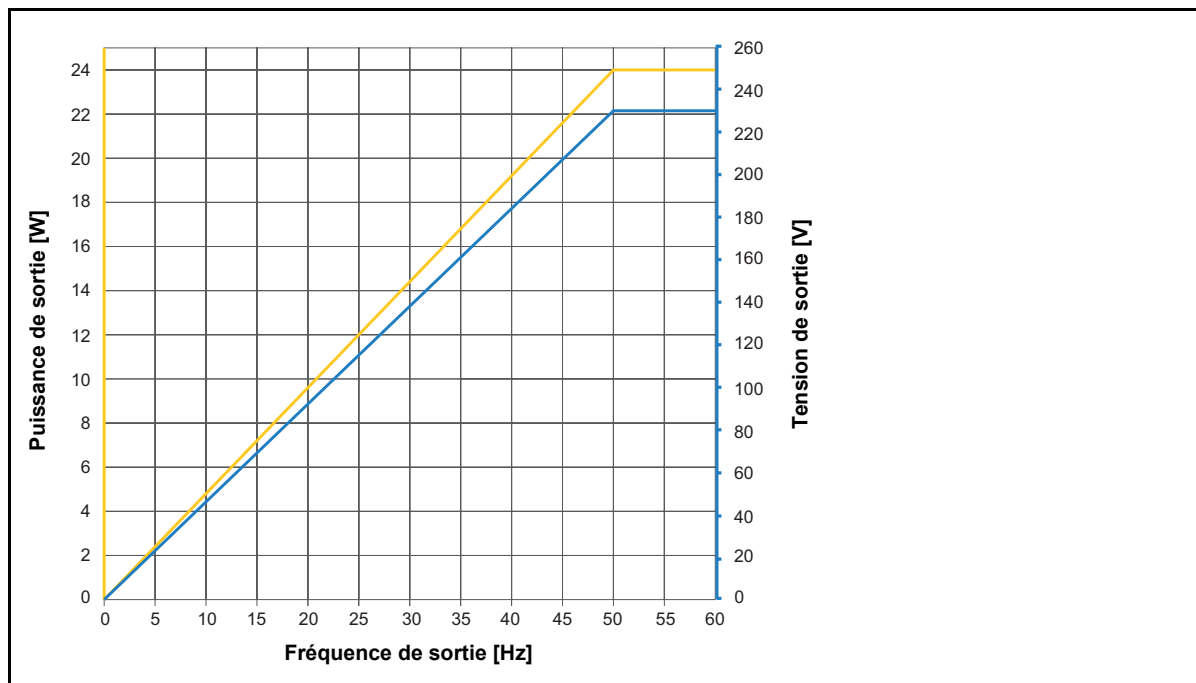

Figure 15-5: Déclassement de la puissance de sortie et de la tension de sortie 3 x 230 V_{EFF}
3. Voir la Figure 15-5: «Déclassement de la puissance de sortie et de la tension de sortie 3 x 230 V_{EFF}» page 224.